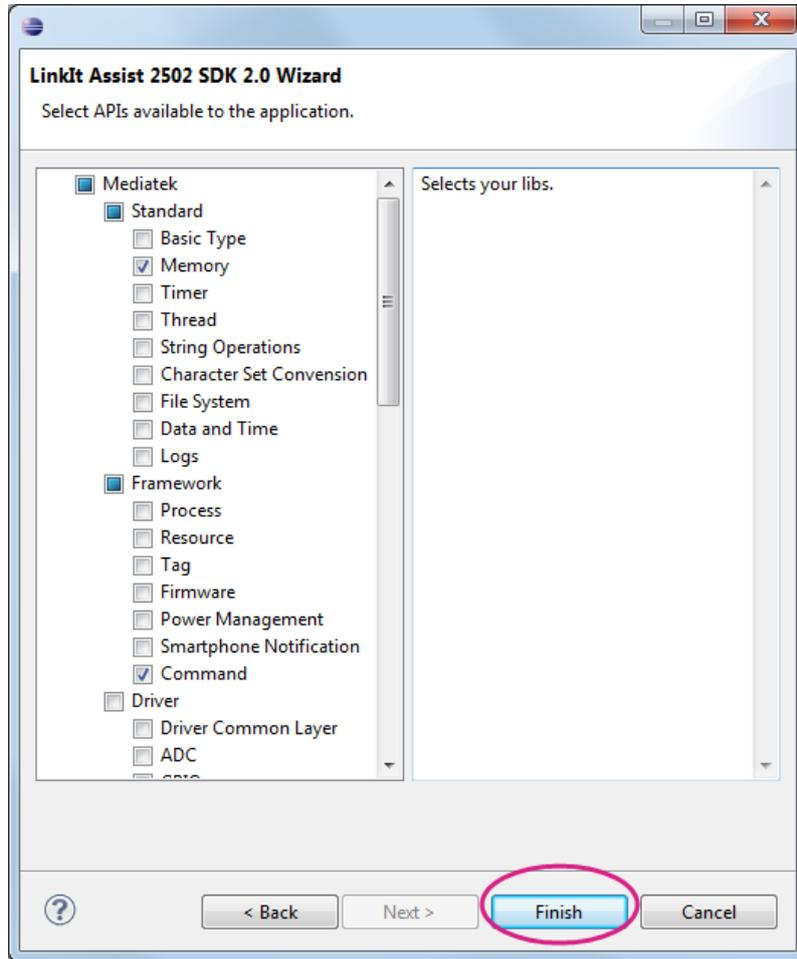

图 19 LinkIt Assist 2502 函数库
- 4) 函数库选择页面将显示，如图 19，该页面帮助您加头文件库 (header) 至您的项目。您也可以之后使用 #include 命令手动添加头文件。在这第一个项目您可以使用默认库，然后单击 **Finish**。